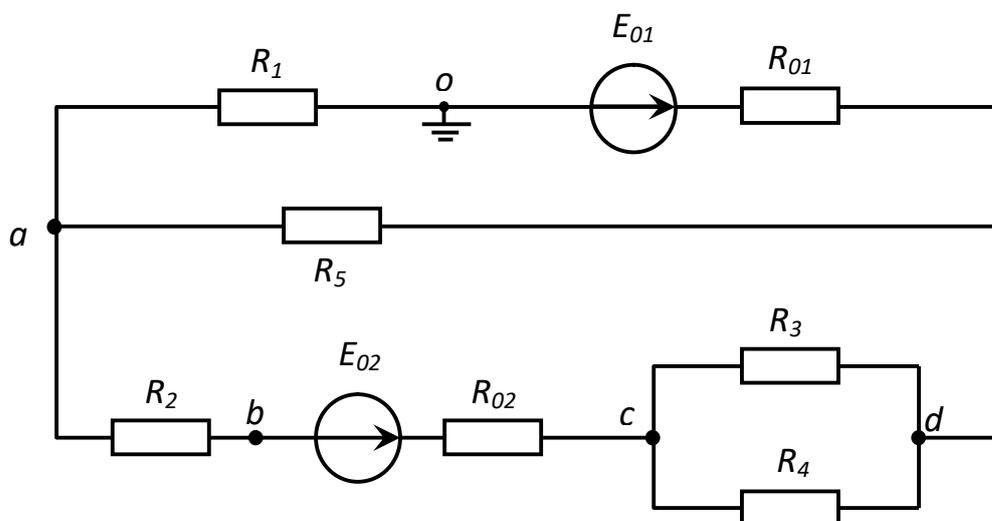

Рис. 1.2. Схема замещения исследуемой электрической цепи
3. По данным табл. 1.2 и 1.3 найдите эквивалентное сопротивление цепи при работе источника  $E_{01}$  (исключив из схемы рис. 1.2  $E_{02}$  и  $R_{02}$ ) и при работе источника  $E_{02}$  (исключив из схемы рис. 1.2  $E_{01}$  и  $R_{01}$ ).